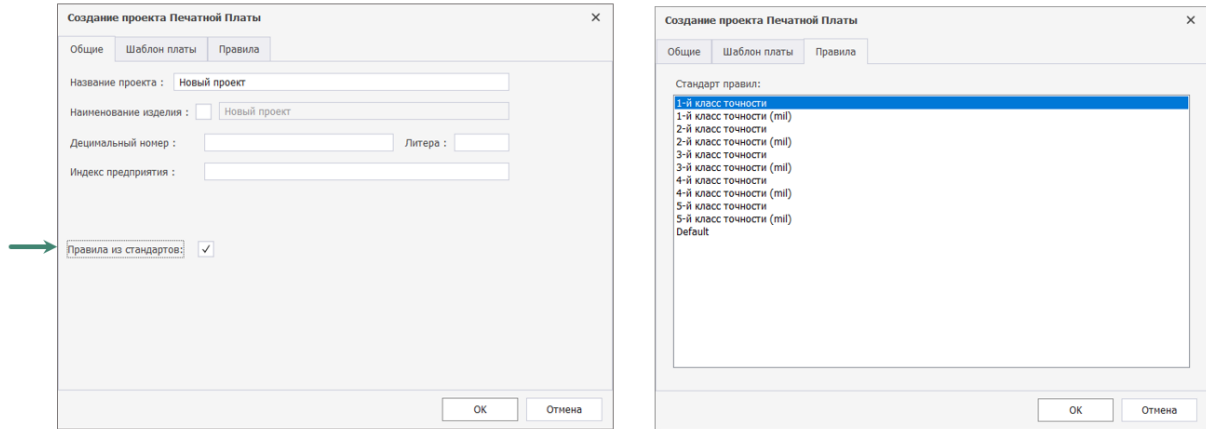

Рис. 23 Выбор технологических правил из стандартов
6. При необходимости технологические правила могут быть взяты не из шаблона платы, а из стандартов системы. Для этого во вкладке «Общие» необходимо поставить флаг в поле «Правила из стандартов», Рис. 23. После этого будет добавлена еще одна вкладка «Правила», в которой будет доступен выбор шаблона технологических ограничений.